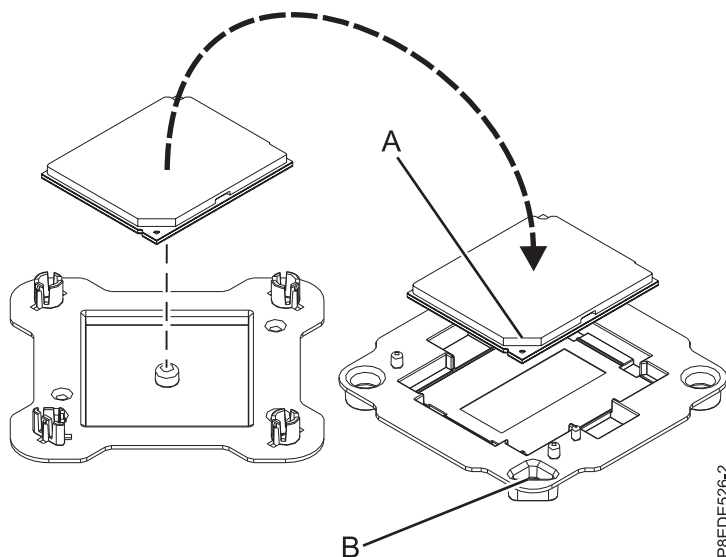

図 21. パッケージへのシステム・プロセッサ・モジュールの取り付け
11. 再取り付けしたシステム・プロセッサ・モジュールの端を軽くつかみ、持ち上げてパッケージ・カバーから外します。モジュールの斜めになった隅 (A) をパッケージ隅の三角 (B) と位置合わせして、パッケージ内に配置します (図 21 を参照)。パッケージ・カバーを閉じます。